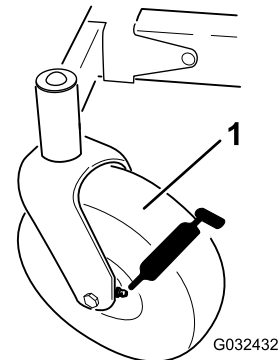

Figura 29
3. Limpie los engrasadores (**Figura 29**) con un trapo.
4. Conecte una pistola de engrasar a cada engrasador (**Figura 29**).